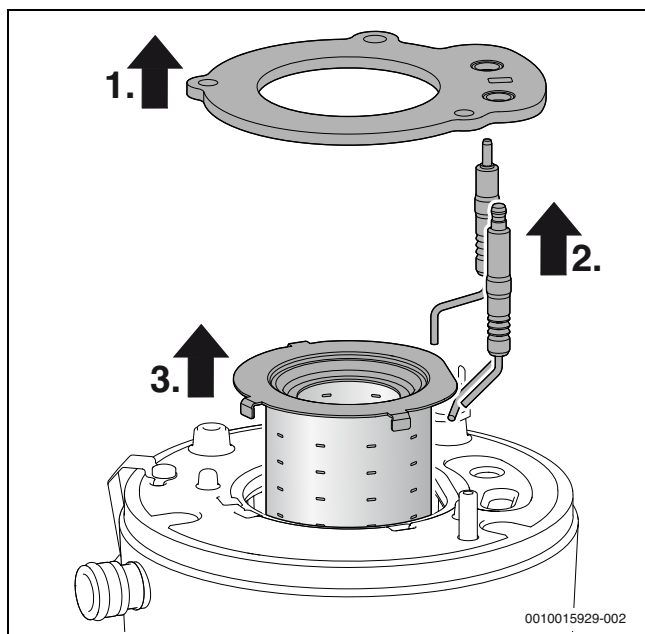

Рис. 94 Выньте горелку
- ▶ После каждого открытия горелки замените уплотнение (→ рис. 94, поз. [1]) и все другие уплотнения, которые могут быть повреждены во время проведения работ. (максимальный срок службы уплотнения горелки: 7,5 лет)